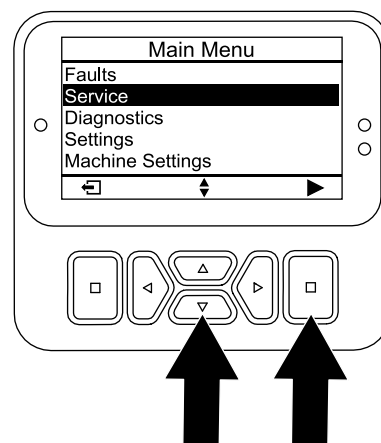

Figura 105
3. Pulse el botón Bajar hasta que quede seleccionada la opción MANTENIMIENTO, luego pulse el botón Seleccionar (Figura 105).